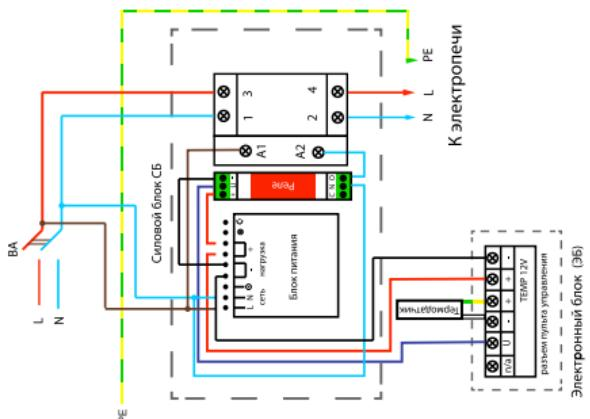

Рис. 2
2.1.2.4. Установить датчик (рис. 2) температуры в помещении бани или сауны в зоне принятия процедур, примерно на уровне головы сидящего на верхней полке человека. Не допускается установка датчика в непосредственной близости от ЭН и входной двери или над ними.